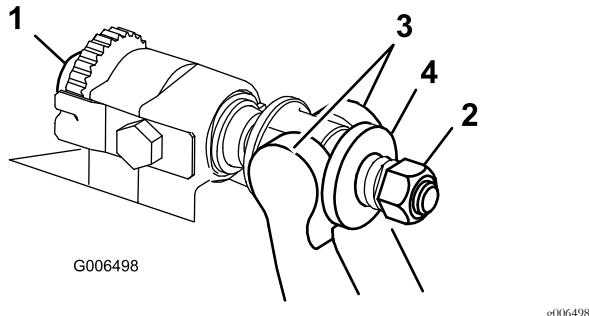

图29
- 逆时针旋转底刀架调节螺丝将底刀向后撤离滚刀图29。
2. 退出弹簧加压螺母直到垫圈不再对底刀架图29施压。